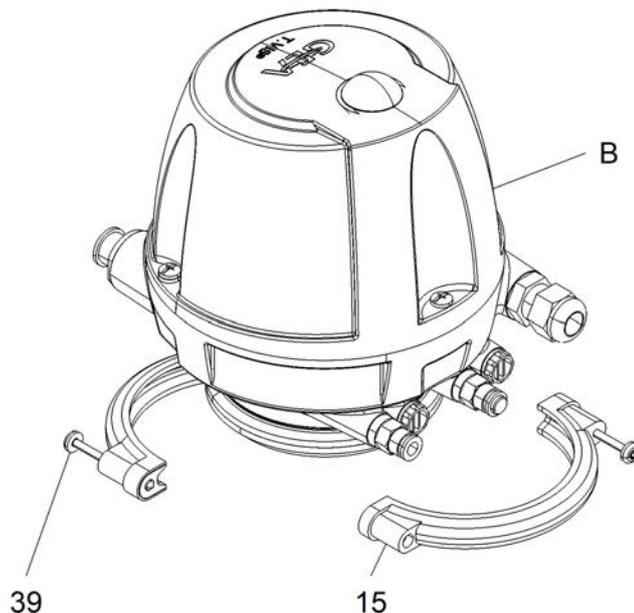

Рис.32
- Следите за правильным расположением проводки на участке между пилотными клапанами и платой (78.1) (см. рис. 32) – пилотный клапан Y1 должен быть подключен к штекерному соединителю J2, а пилотный клапан Y3 – к штекерному соединителю J4.